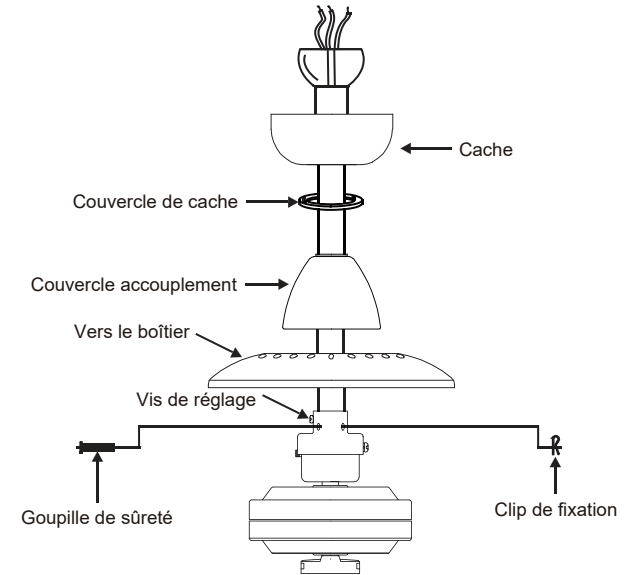

Fig. 9
Étape 8. Faites glisser le boîtier, le couvercle d'accouplement, le couvercle du cache et le cache sur la tige de suspension (Fig. 9).
Placez la boule de suspension sur la tige de suspension, insérez la broche transversale dans la tige de suspension et serrez. Serrez maintenant la vis de pression (Fig. 9)